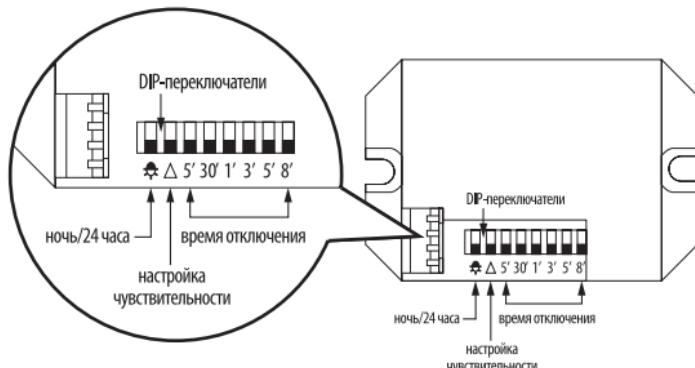

Рисунок 9. DIP-переключатели на корпусе ДДСк-01
5.5.2. Для датчика ДДСк-01 (рисунок 9):